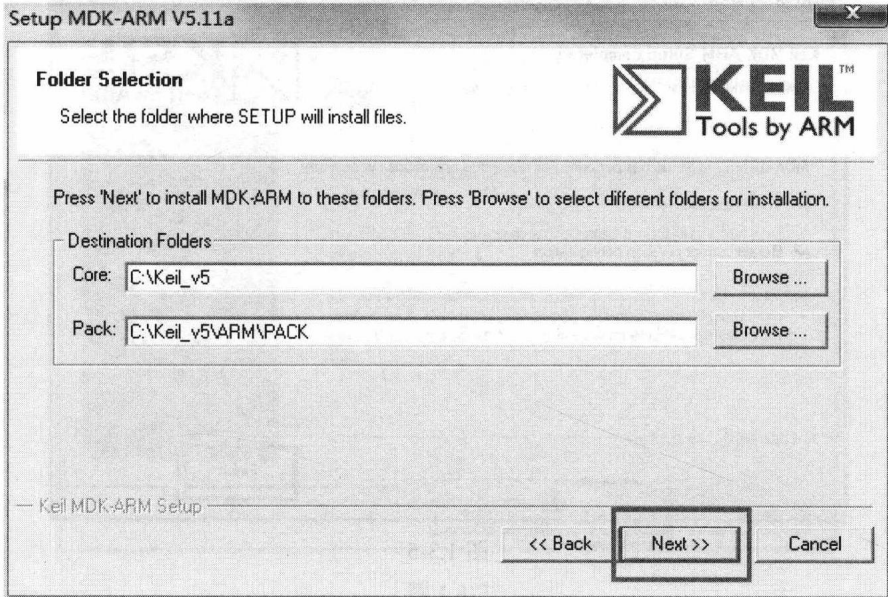

图 1.3-3
(3) 选择安装文件夹，点击“Next”按钮，如图 1.3-3 所示。